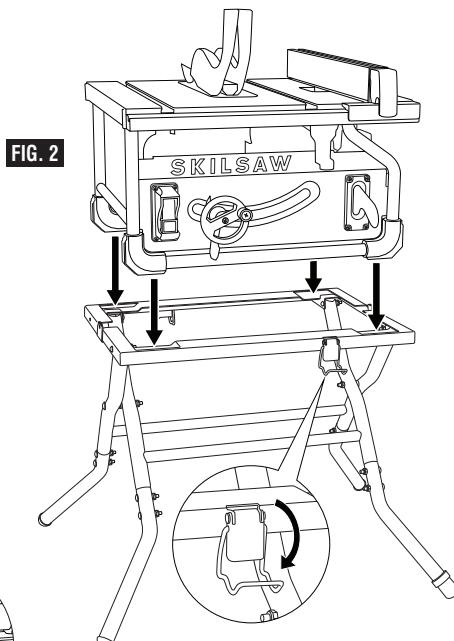

FIG. 2
- Dépliez le support pour le mettre en position ouverte et basculez la pince de chaque côté de la table, comme illustré à la Figure 2.
- Placez la scie à table sur le support de telle manière que les pieds reposent dans les indentations sur le support (Fig. 2). Assurez-vous que la base de la scie s'aligne uniformément avec le bord de la plateforme de support.